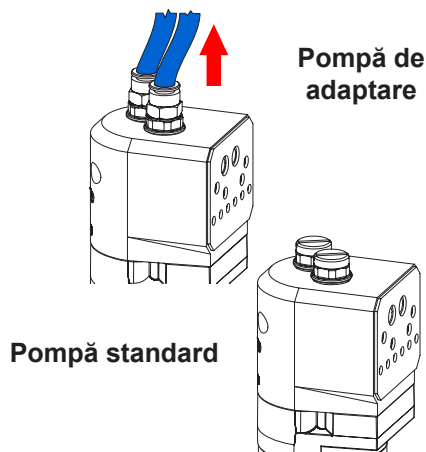

Figura 14 Demontarea tubulaturii aer de purjare
1. Vezi figura 14. Realizați schimbarea culorii pentru a scoate pulberea veche din pompă, apoi eliberați presiunea aerului din sistem și deconectați tubulatura aerului de purjare.